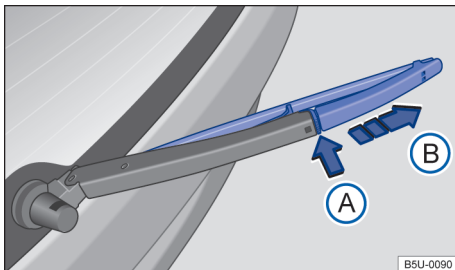

Fig. 163 Sustituir la escobilla del limpiaventana.
- Mantener presionada la tecla de desbloqueo → fig. 163 ⓘ.